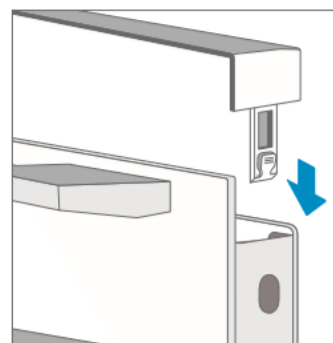

Abbildung 3: Montage der Abdeckung
3. Nach dem Entfernen der Türabdeckung lässt sich der Rest der Gerätetür leicht abnehmen, so dass Sie mit der Reinigung fortfahren können. Wenn die Reinigung der Gerätetür abgeschlossen ist, setzen Sie die Abdeckung wieder auf und drücken Sie sie nach unten, bis sie hörbar einrastet (Abbildung 3);